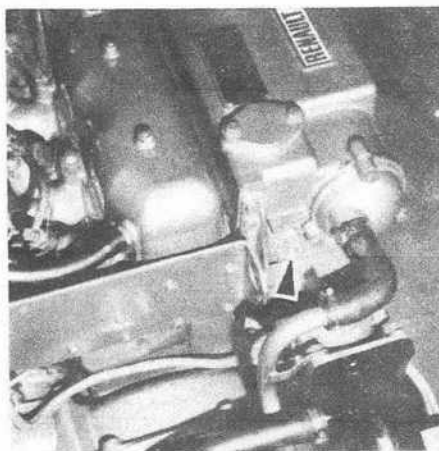

fig. 15
- Déposer le bouchon de vidange de l'échangeur [fig. 15] ou déposer les chapeaux de l'échangeur, selon le cas.